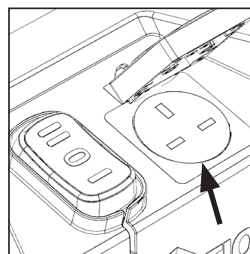

ABB. 1
- Verbinden Sie den Netzstecker des Elektrowerkzeugs mit der Steckdose am Gehäuse des Saugers. **(Abb. 1)**